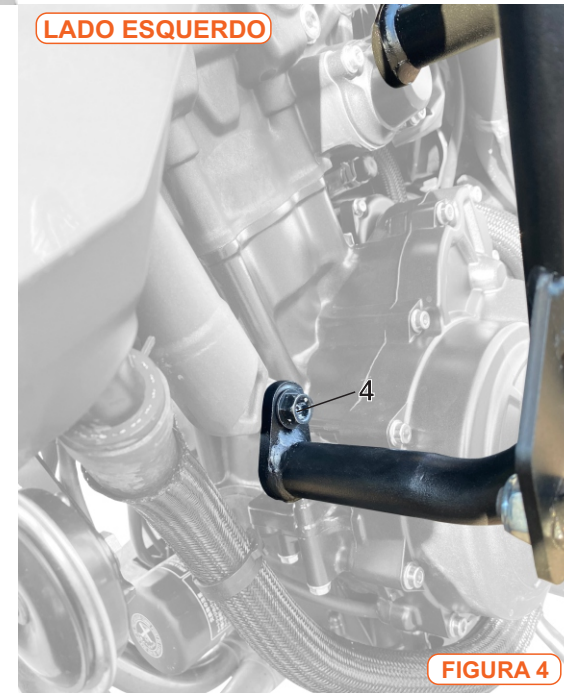

FIGURA 4
- Para o parafuso da figura 4 utilizar torquímetro regulado com 45 N.m